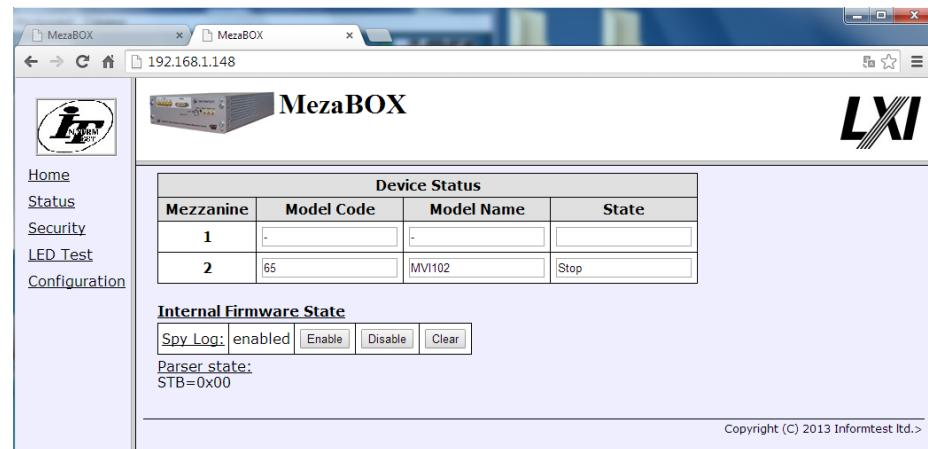

Рисунок 14
2) **Status** – отображение установленного в изделии мезонина МВИ-102М (рисунок 14) .